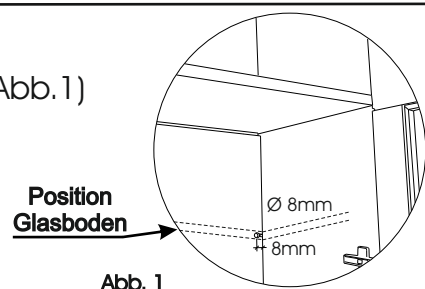

Abb. 1
1. Bohren Sie an der rechten Seite mit einem 8mm Bohrer ein Loch, an der die Beleuchtung später an der Rückwand anliegen wird. (Abb.1)
1. Der Schalter wird an der Hinterkante einer Außenseite des Möbels montieren. Die Position ist frei wählbar. Schieben Sie den Berührungsschalter auf und fixieren Sie diesen mit Hilfe der bereits vormontierten Schraube am Schalter. (Abb. 1)